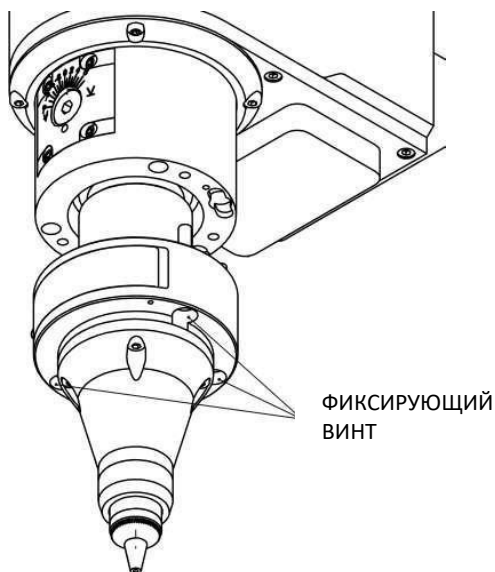

Рисунок 11 – Снятие фокусирующей линзы в сборе сборки
- Открутите стопорный винт, как показано на рис. 11